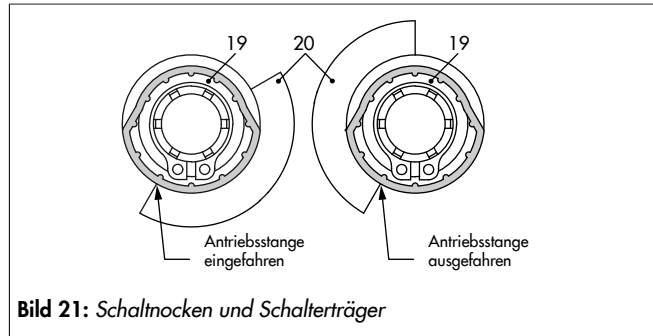
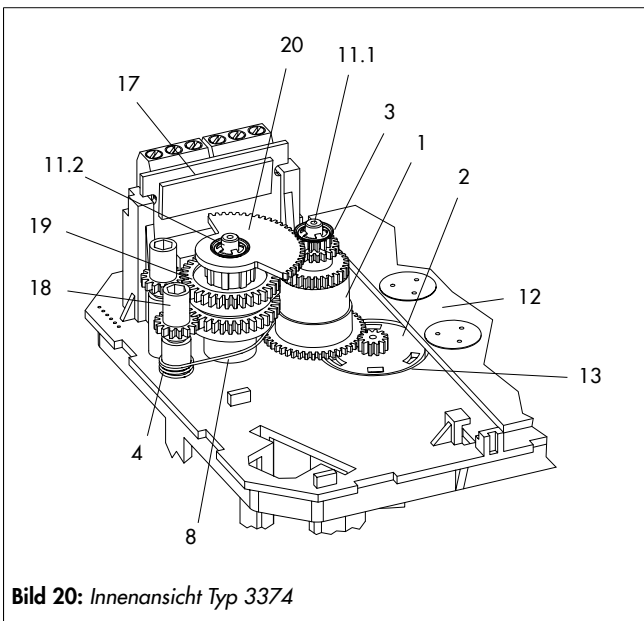

Bild 21: Schaltnocken und Schalträger
Bild 20: Innenansicht Typ 3374
Die Schaltnocken (19) sind mit dem Nockenträger (20) und den Sicherungsringen (9) bereits zur Schaltnockeneinheit (21) vormontiert (vgl. Bild 21).
4. Einstellzahnräder (18) auf ihre Dome stecken und mit je einer Schraube (16) befestigen. Prüfen, ob sich die Einstellzahnräder leicht drehen lassen. Schraube ggf. leicht lösen.
5. Schaltnocken (19) nach "Bild 21: Schaltnocken und Schalterträger" entsprechend der Stellung der Antriebsstange auf dem Nockenträger (20) verdrehen.
6. Distanzring (8) auf den Dom (11.2) stecken und darauf achten, dass der lange Schenkel der Spannfeder zwischen den Mantelflächen von Distanzring und Zwischenrad liegt.
7. Schaltnockeneinheit (20) nach "Bild 20: Innenansicht Typ 3374" entsprechend der Stellung der Antriebsstange